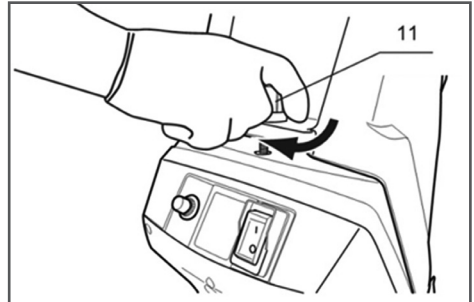

Рис. 5. Фиксация верхней и нижней части корпуса
- Затяните винт 11 крепления верхней и нижней части корпуса, как показано на Рис. 5.